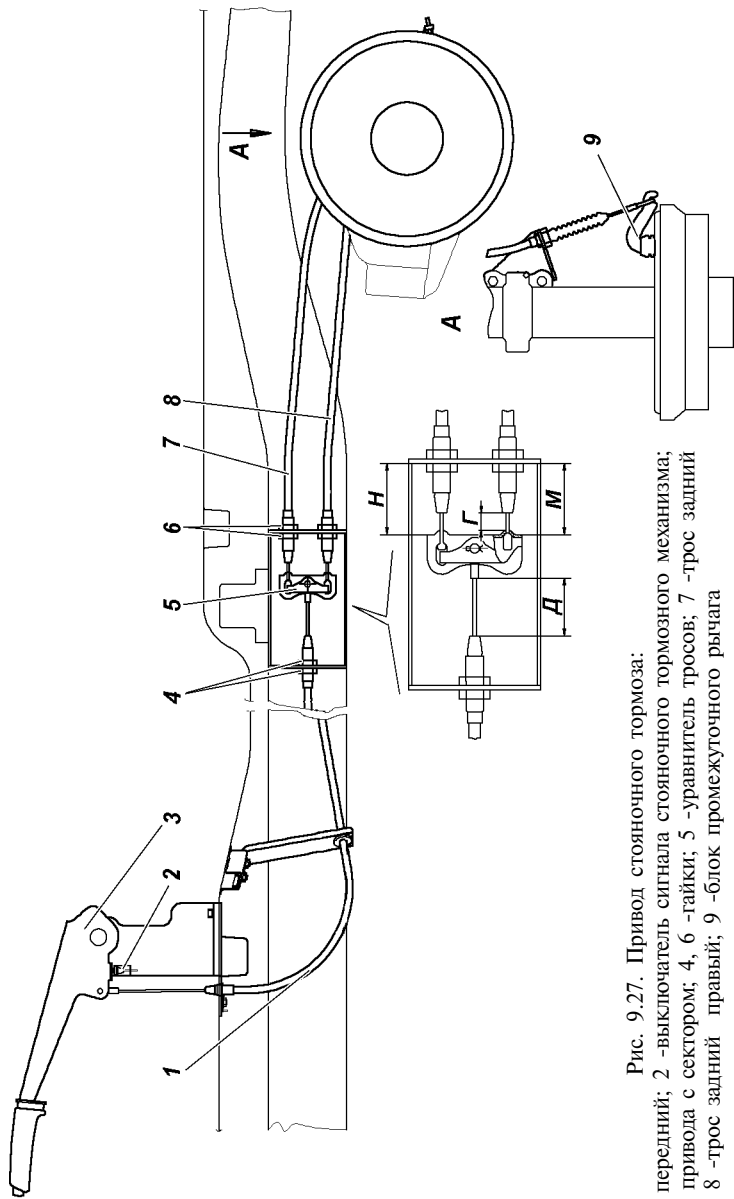

Рис. 9.27. Привод стояночного тормоза:
Колесный стояночный тормоз действующий на тормозные колодки задних колес (рис. 9.27).
3. Установите рычаг стояночного тормоза 3 (рис. 9.27) в нижнее положение.
$D = 35$ мм (min) и разницу размеров М и Н не более 6 мм (рис. 9.27). При выборе слабины тросов, перемещение рычагов 9 не допускается.